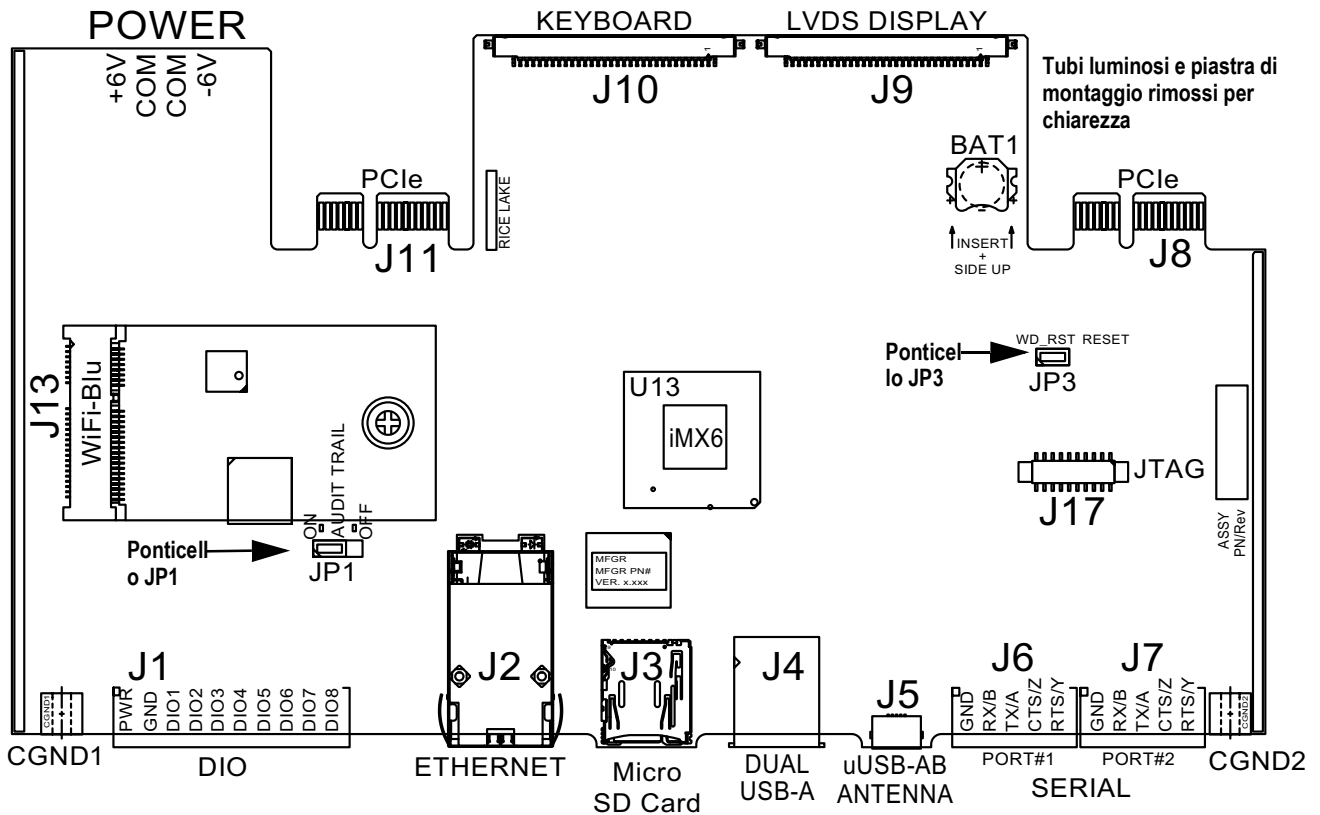

Figura 3-3. Posizioni dei ponticelli
**✍ NOTA:** per accedere alla configurazione attraverso il pannello frontale (premendo il pulsante sul touchscreen), il ponticello JP1 deve essere in posizione on (sinistra). Per limitare l'accesso alla configurazione tramite il pannello frontale, JP1 deve essere in posizione off (destra) ed è richiesto l'accesso alla configurazione tramite l'interruttore di configurazione, vedere la Figura 3-3 a pagina 51.